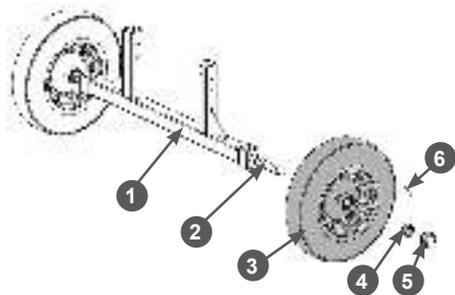

Рис. 6 Установка колёс на кронштейн
4. Установите колёса 3 на кронштейн 1 (Рис. 6). Для этого:
— Снимите с оси 2 шплинт 6 и корончатую гайку 4 (Рис. 6).
- Осмотрите колесо 3. С одной стороны, в диске колеса установлен сальник, другая сторона закрыта транспортировочной заглушкой. Смажьте ось 2 и сальник диска колеса консистентной смазкой, удалите из диска колеса транспортировочную заглушку и установите колесо 3 на ось 2 сальником в сторону кронштейна 1 (Рис. 6).
- Закрутите корончатую гайку 4 крутящим моментом 8 Н·м (Рис. 6).
- Проверьте как вращается колесо. Если колесо вращается туго – немного отпустите гайку до совпадения прорезей в гайке с отверстием в оси 2 под шплинт. Если колесо вращается легко и имеется биение (есть люфт) - немного затяните гайку до совпадения прорезей в гайке с отверстием под шплинт в оси 2 (Рис. 6). Ещё раз проверьте как вращается колесо. Колесо должно вращаться свободно и не должно болтаться на оси. Небольшое сопротивление качению допустимо.
- Зафиксируйте гайку вставив в отверстие в оси шплинт 6 (Рис. 6). После этого разогните концы шплинта.
- Установите колпак 5 ступицы колеса (Рис. 6).